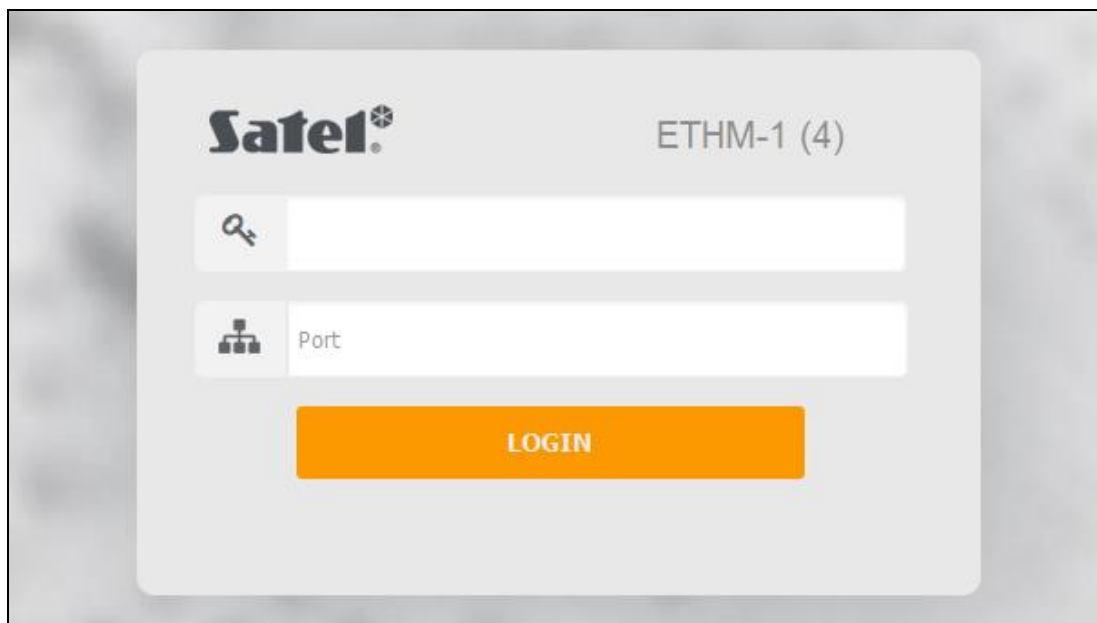

Abb. 20. Internetbrowser: Startseite.
3. Wenn die Startseite erscheint (Abb. 20), geben Sie in entsprechenden Feldern: